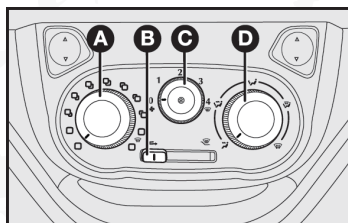

fig. 38
### CONTROLES - fig. 38
- 1) Control para la temperatura del aire A-fig. 38 totalmente localizado a la izquierda.
- 2) Palanca del ventilador C-fig. 38: localizado en la velocidad máxima.
3) Control para la distribución del aire D-fig. 38 indicador en  $\frac{1}{2}$ , para controlar que todas las salidas de aire estén abiertas.
4) Conecte el aire acondicionado abriendo el selector C-fig. 38.
El aire acondicionado es muy útil para acelerar el desempañamiento, pues deshumidifica el aire. Para desempañar el lado interno del parabrisas, active el aire acondicionado, apretando el selector C-fig. 38.
- 1) Aire acondicionado activado: selector C-fig. 38.